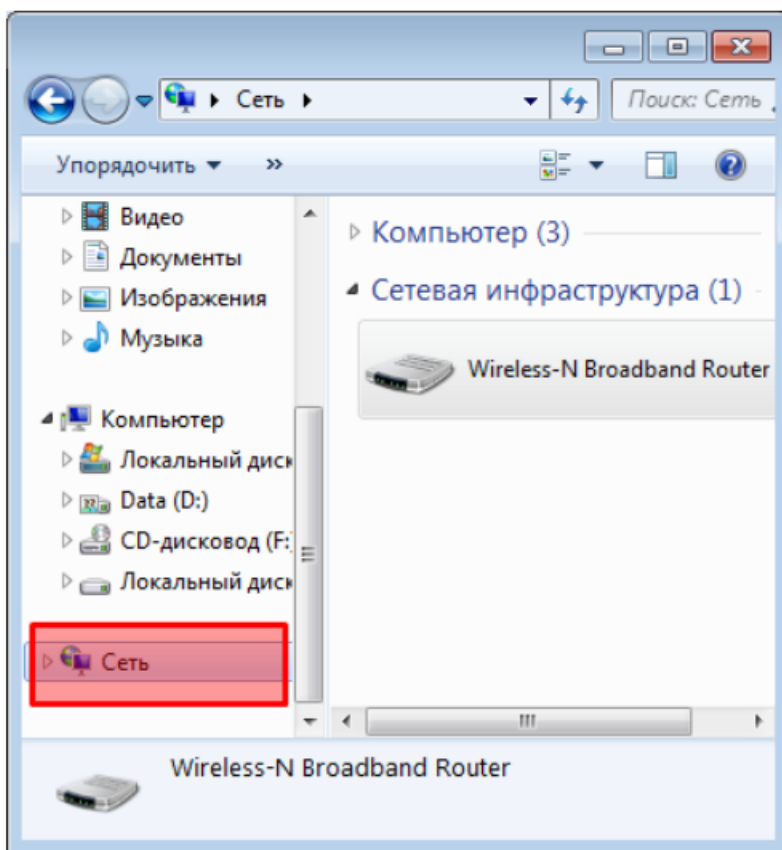

Рис.1
1. Откройте Мой компьютер. В левой колонке найдите заголовок **Сеть**, рис. 1